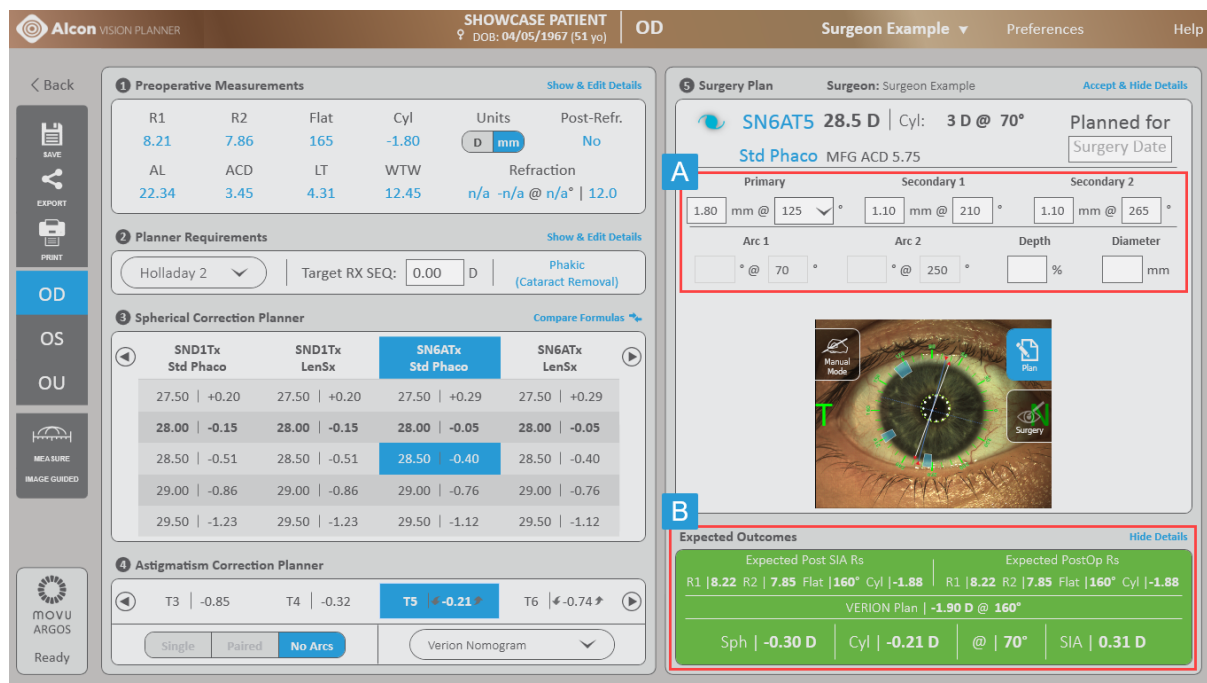

Рисунок 103 Экран планирования: Секции 4 и 5 в развернутом виде
Обозначения на рисунке: (5) План хирургич. операции (рис. 103):